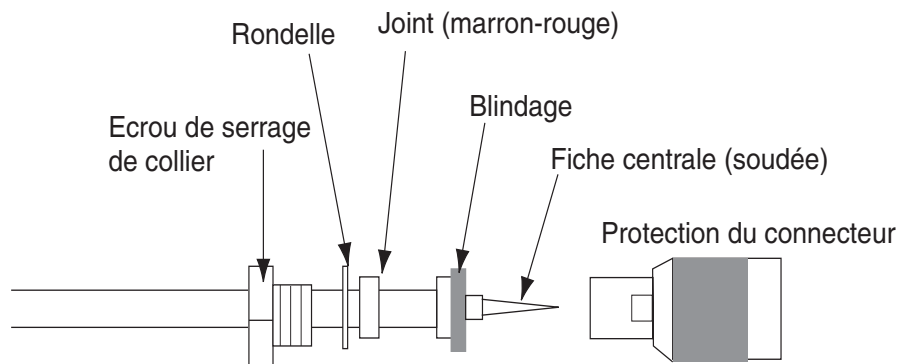

Figure 6-2 Assemblage du connecteur
- Si le câble d'antenne doit passer dans un trou non adapté pour le passage du connecteur, vous pouvez dévisser ce dernier à l'aide d'une pince à bec effilé et d'une clé à fourche de 3/8 pouce. Refixez le connecteur tel qu'illustré à la Figure 6-2, après avoir fait passer le câble dans le trou.